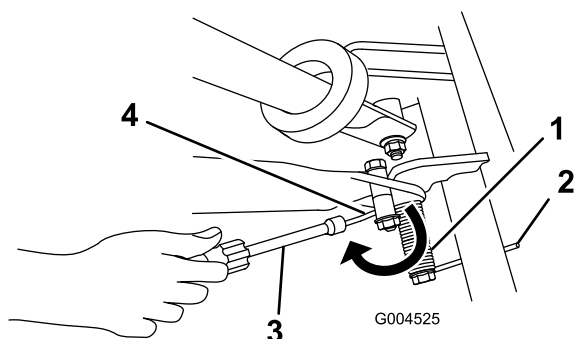

Figura 7
6. Posizionate un avvitatore sull'estremità della molla rivolta a tergo, e portate l'estremità della molla sopra il distanziale del cavalletto e sotto di esso (Figura 7).